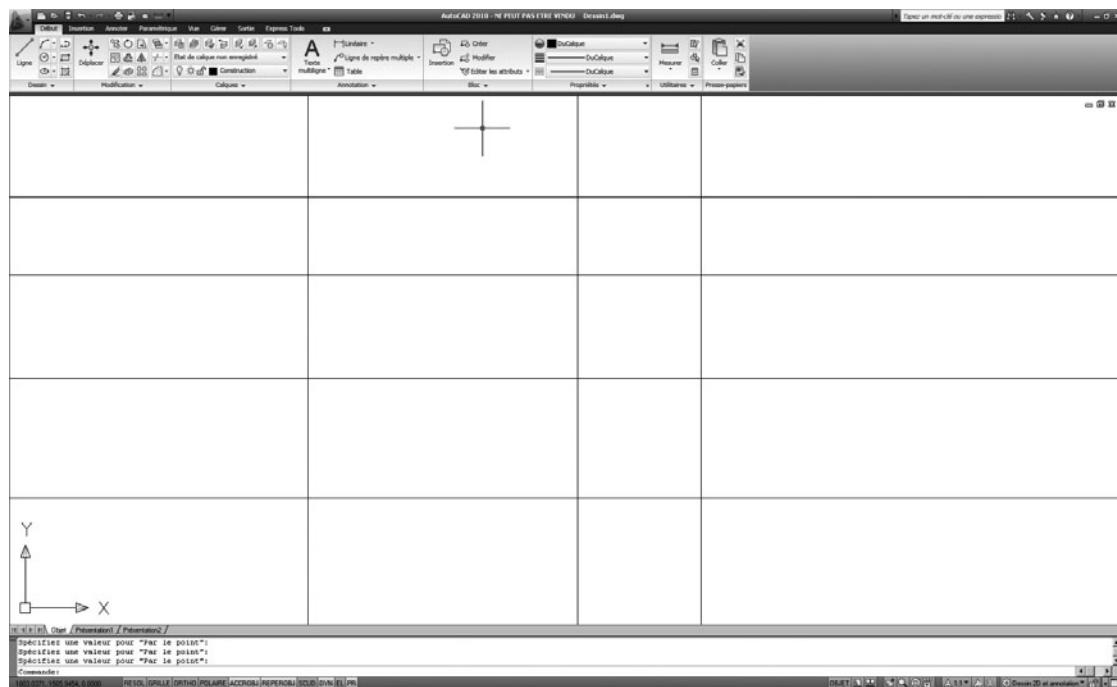

Fig.4.7
- ▶ Sélectionner l'objet à décaler (Select object to offset) : appuyer sur Entrée pour sortir de la fonction (fig.4.7).